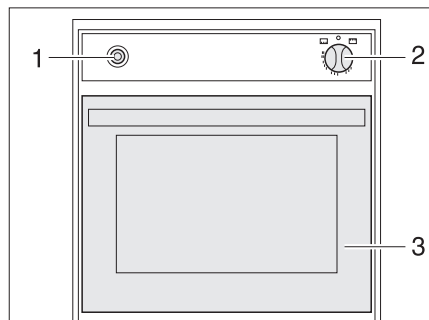

Fig. 314 Forno a gas (Spinflo)
- Aprire completamente lo sportello del forno (Fig. 314,3).
- Premere leggermente il pomello girevole (Fig. 314,2) e metterlo su "🔥" (forno) o "GRILL" (grill).
- Premere il pomello girevole (Fig. 314,2) e tenerlo premuto per 5-10 secondi. Il gas fluisce verso il bruciatore.
- Premere l'interruttore di accensione (Fig. 314,1) finché la fiamma non brucia.
- Ruotare il pomello girevole (Fig. 314,2) su "O". La fiamma si spegne.